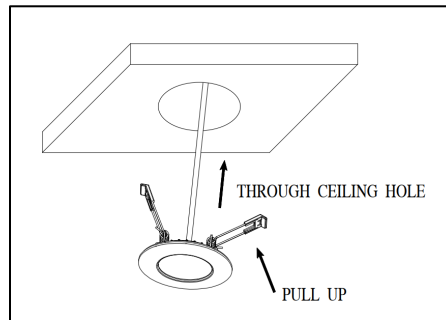

Figura 14
7. Tire del clip de resorte del módulo de moldura hacia arriba y a través del orificio del techo y coloque el módulo en el orificio asegurándose de que los clips de resorte se sujeten firmemente. (Figura 14).